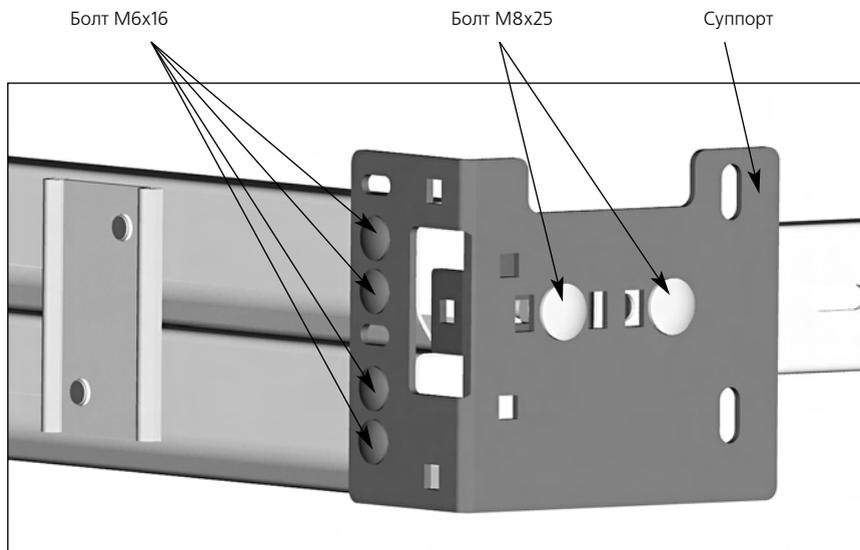

Рис. 18. Установка перемычки. Низкий монтаж
- 3) Собрать боковые узлы крепления перемычки, для чего внутрь перемычки установить кронштейны мерной планки, снаружи перемычки установить суппорты. Детали закрепить между собой болтами М8х25 с полукруглой головкой и гаек с буртиком (рис. 18).